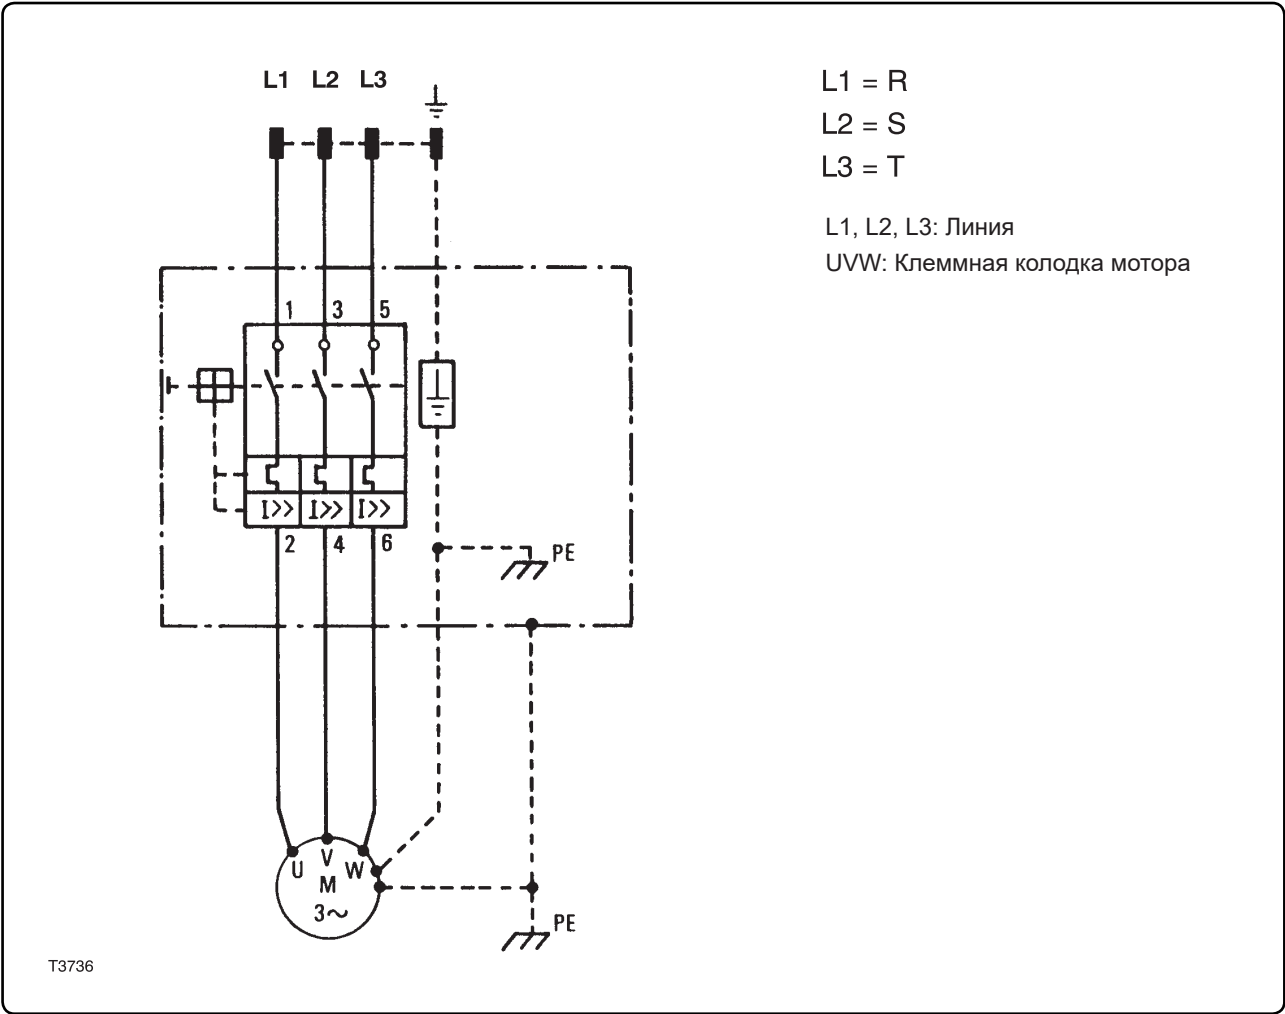

Рис. 7.7.1
7.7.1 - Монтажная схема стандартной машины кат. “U”, “S”, “G” (рис. 7.7.1)